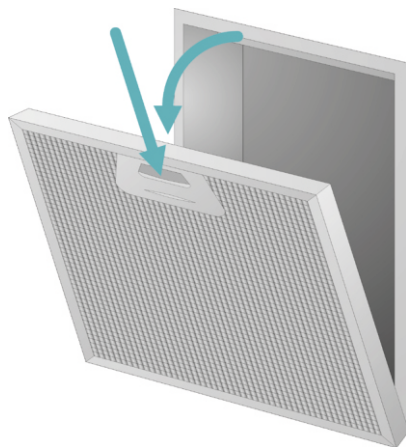

Рис. 12 Снятие алюминиевого жировулавливающего фильтра
1. Нажмите на защелки на жировулавливаемом фильтре и снимите фильтр. (Рис. 12)